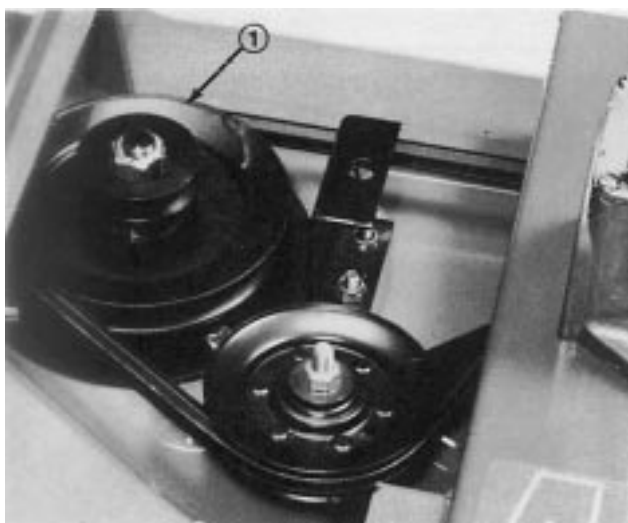

Figure 2
5. Le kit comprend deux poulies à deux gorges. Monter la poulie à deux gorges "double D" avec l'écrou d'origine sur les unités de coupe portant un numéro de série inférieur à 90001. Monter la poulie cannelée à deux gorges avec un nouvel écrou sur les unités de coupe portant un numéro de série supérieur ou égal à 90001. Serrer l'écrou à 55 ft. lb. (75 N·m) (Fig. 2).
6. Placer la courroie de l'unité de coupe sur la grande poulie (Fig. 2).